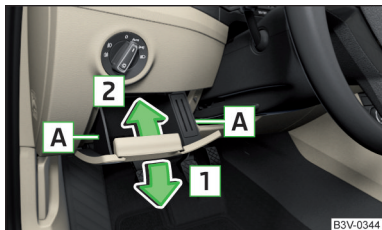

Abb. 255
- Das Ablagefach seitlich im Bereich **A** fassen und durch Ziehen in Pfeilrichtung **1** aufklappen » Abb. 255.